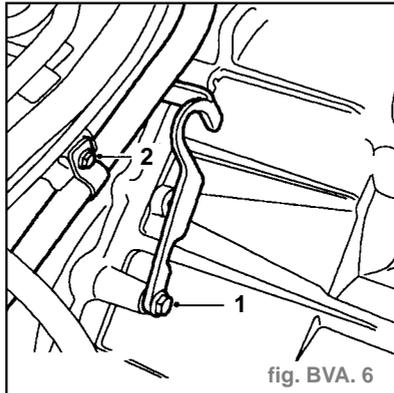
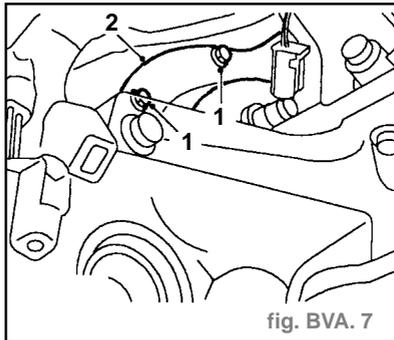

fig. BVA. 6
fig. BVA. 7
- Déposer les joints toriques des raccords union de flexible du refroidisseur de liquide et les jeter (2).
- Poser le boulon maintenant le support de levage sur la boîte de vitesses (1) (fig. BVA. 6).
- Modèles avec climatisation d'air : enlever le boulon maintenant le tuyau de climatisation d'air sur le support de fixation (2).
- Enlever les 2 boulons maintenant le couvercle arrière du volant sur le carter du volant (1) (fig. BVA. 7).
- Déposer la plaque de recouvrement arrière du volant (2).